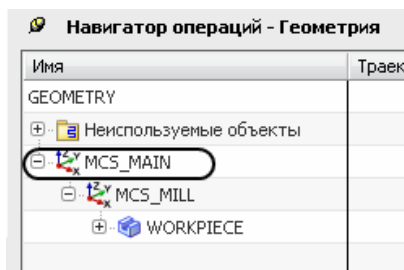
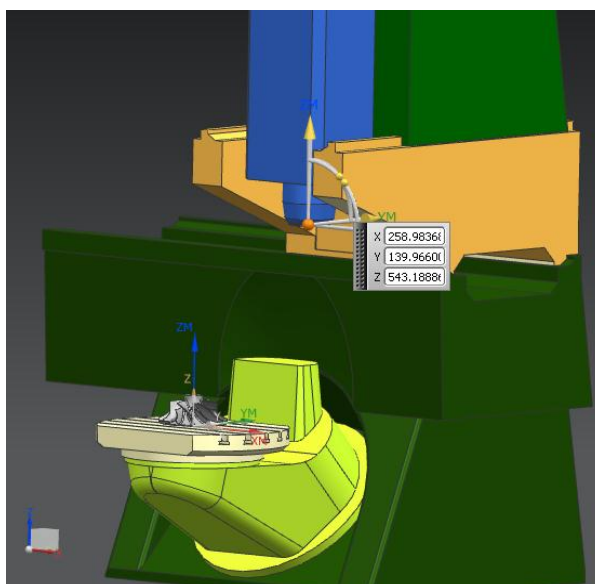

Рисунок 72 Окно навигатора операций
Рисунок 73 Расположение системы координат
6. Создайте новую систему координат самого верхнего уровня (рисунок 72,73) и расположите ее, как на Рисунок 73, параметр «Назначение – Главная», «Нулевая точка – 0». Систему координат MCS_MILL отредактируйте так: «Назначение – локальная», «Специальный вывод – Нулевая точка», «Нулевая точка – 1».